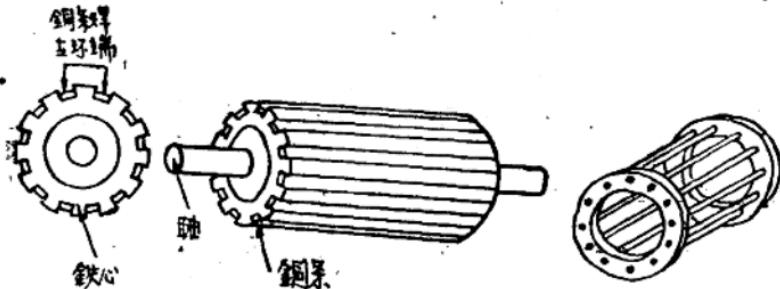

图2 厥籠式电动机轉子
3.异步电动机的轉子：鼠籠式异步电动机的轉子(图2)铁心固定在軸上，很多銅条嵌在铁心的槽中，铁心兩端各有